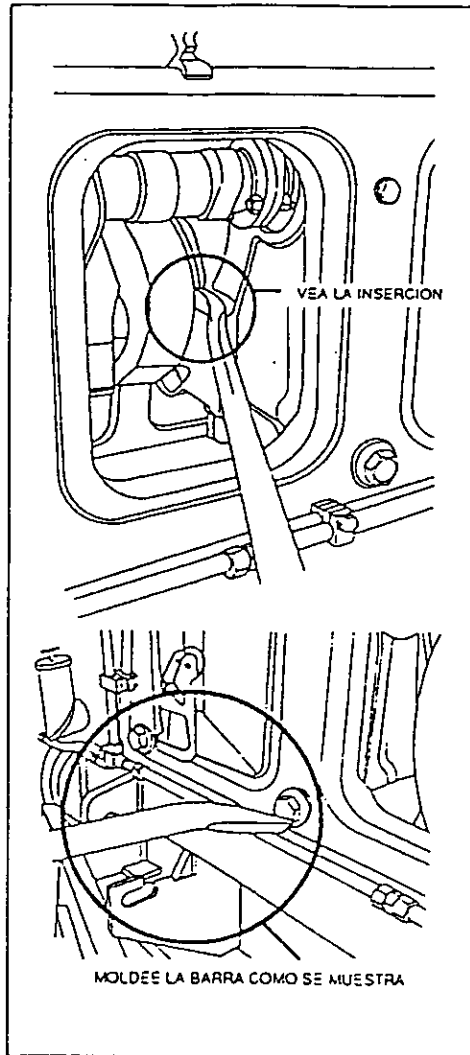

Figura 60. Juego longitudinal del cigüeñal.
- Coloque un indicador de carátula de base magnética (micrómetro), fije la base magnética al contrapeso del cigüeñal cerciorándose de que el micrómetro quede en el marco de la ventanilla de observación. Con la punta de una barreta amoldada como se muestra en la figura 60 (emplee el travesaño de la bancada como punto de apoyo) palanquee moviendo el cigüeñal hacia su posición extrema delantera y posteriormente hacia su posición extrema trasera.